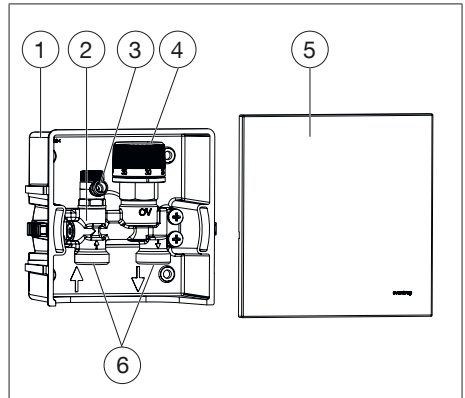

Abb. 2: Aufbau „Unibox E RTL“
Mit dem Handrad (siehe Abb. 2 (4)) können Sie die gewünschte Mediumtemperatur der Flächentemperierung einstellen. Der im Ventil integrierte Rücklauftemperaturbegrenzer fühlt die durchströmende Mediumtemperatur und dementsprechend öffnet bzw. schließt der Rücklauftemperaturbegrenzer das Ventil.